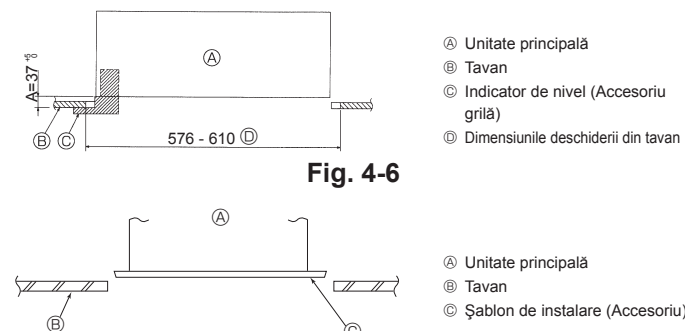

Fig. 4-7
4.6. Confirmarea poziției unității principale și strângerea bolțurilor de suspensie (Fig. 4-7)